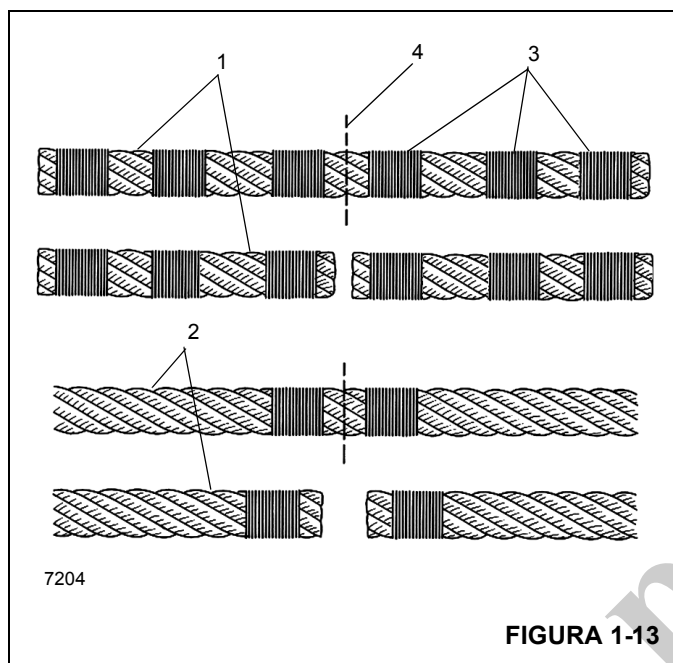

FIGURA 1-13
**NOTA:** Los cables no prefabricados (1) (Figura 1-13) deben tener tres sujeciones (3) ubicadas en cada lado del corte (4) comparado con el cable prefabricado (2).